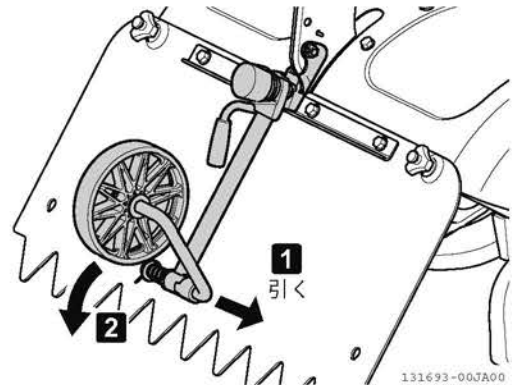

図 3-9 尾輪 (移動2)
2. 尾輪を右側に引き、下側にロックを外した状態にします。(図 3-9)